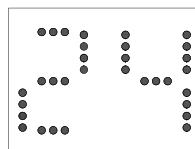
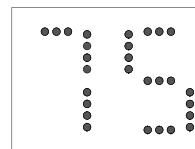

Fig.1
Fig.2
1. Extienda cualquier lado de la manguera (Fig.1) y atornille la entrada de manguera (Fig.2).
Antes del cambio, en modo cool (refrigeración), la pantalla se muestra como la fig1. Despues del cambio, en modo cool (refrigeración), la pantalla se muestra como la fig2.
Antes del cambio, en modo refrigeración, la pantalla del visualizador se ve como en la fig. 1.
Luego del cambio, en modo refrigeración, la pantalla del visualizador se ve como en la fig. 2.